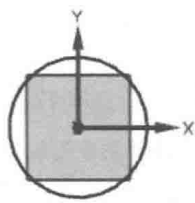
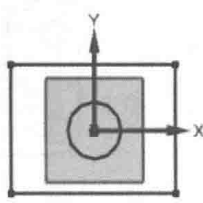
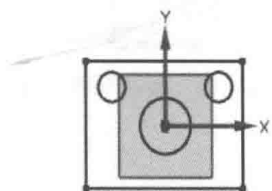
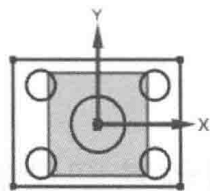

图 1.4.2 绘制圆 1
图 1.4.3 绘制矩形
图 1.4.5 绘制圆 3
图 1.4.6 绘制圆 4
Step3. 绘制草图。选择下拉菜单 **插入(S)** → **曲线(C)** → **圆(C)** 命令,选中“圆心和直径定圆”按钮 ,粗略地绘制图 1.4.2 所示的圆(注意:圆 1 的圆心与原点重合);选择下拉菜单 **插入(S)** → **曲线(C)** → **矩形(R)** 命令,粗略地绘制图 1.4.3 所示的矩形;选择下拉菜单 **插入(S)** → **曲线(C)** → **圆(C)** 命令,粗略地绘制图 1.4.4 所示的圆;以 Y 轴为镜像中心,镜像绘制第二个圆,如图 1.4.5 所示;以 X 轴为镜像中心,镜像绘制第三、四个圆,如图 1.4.6 所示。